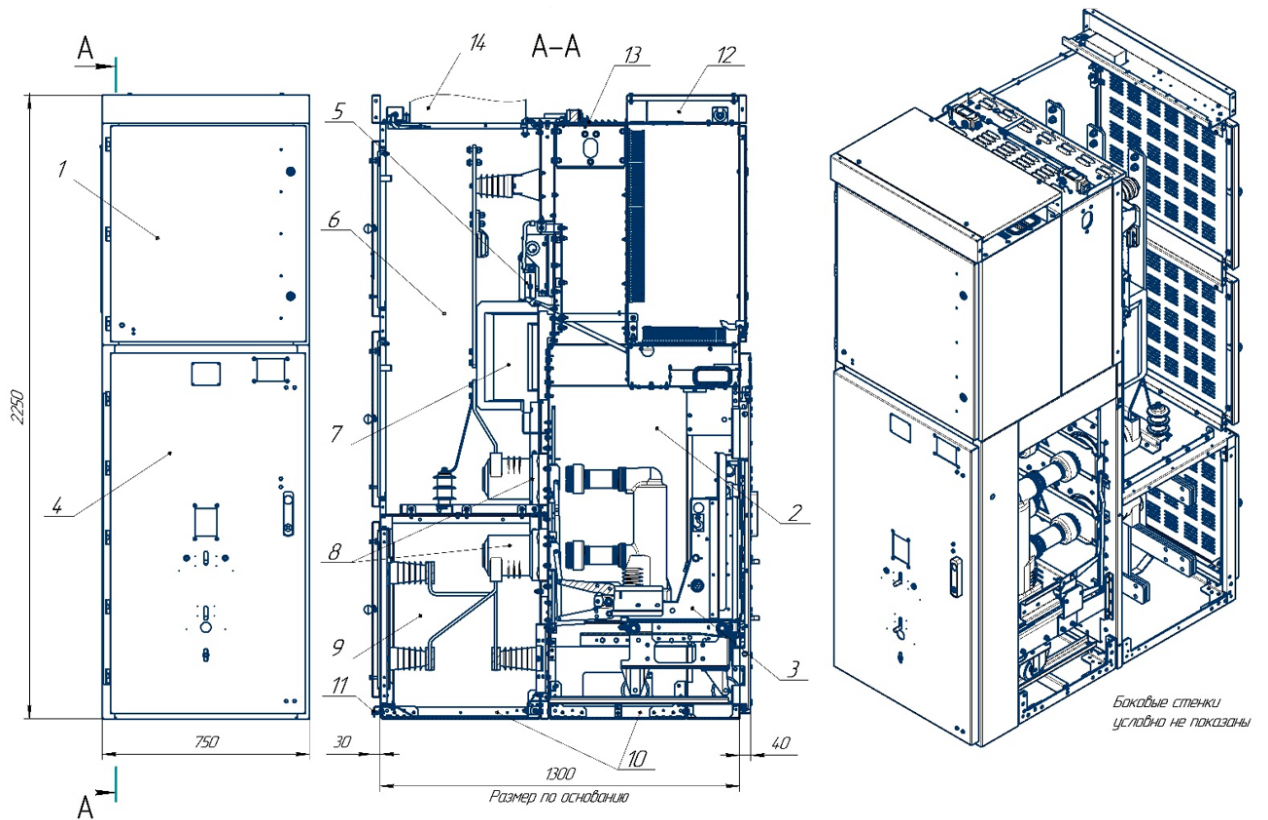

Рисунок 1 Шкаф шинного ввода (вывода)
- шкаф кабельного ввода (вывода) (Рисунок 1);
Каждый высоковольтный отсек шкафа имеет свой клапан разгрузки (Рисунок 1, 2).